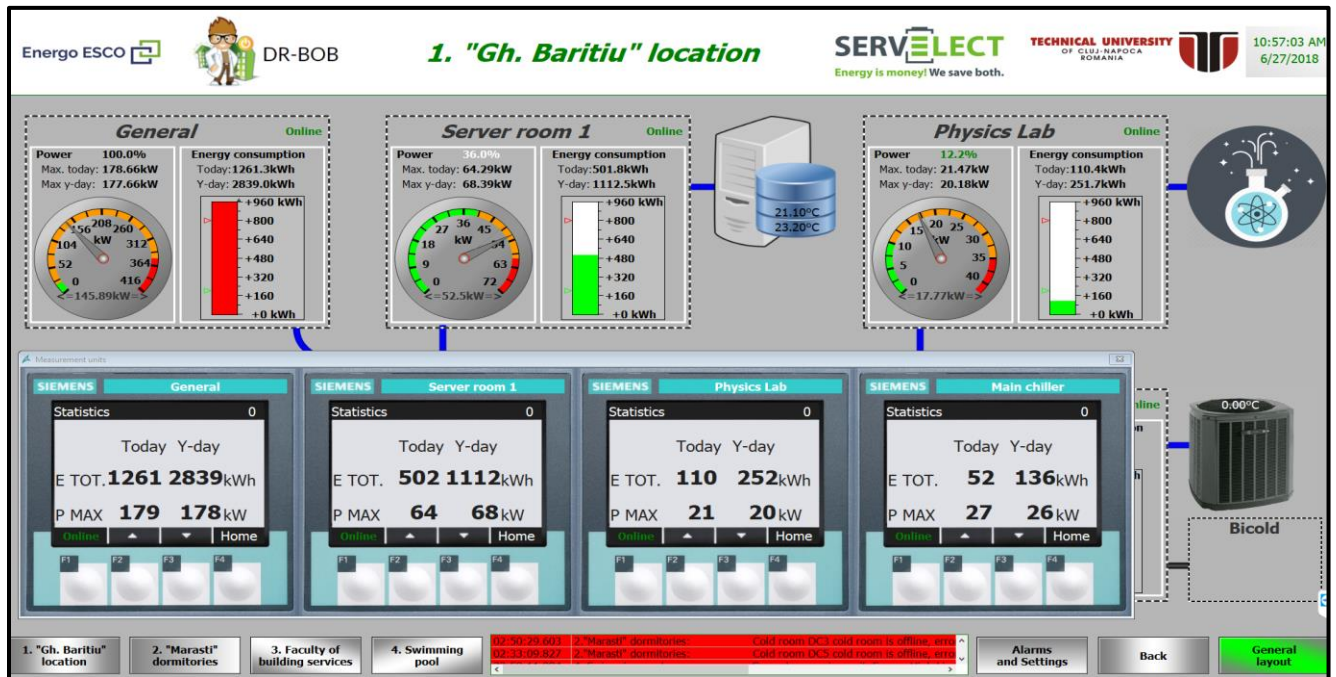

Fig.12b. PAC-uri Baritiu
- PAC - conduce la fereastra din Fig.12b.